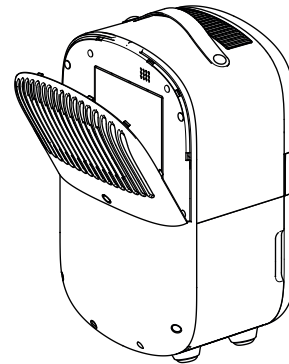

Abb. 7
3. Entfernen Sie die Filterabdeckung (6) vom Gerät, entfernen Sie den HEPA-Filter (10) und den Kohlefilter (Abb.7). Stauben Sie den Bezug (6) mit einer feinen Bürste ab, waschen Sie ihn in Wasser mit Spülmittel, spülen Sie ihn anschließend ab und trocknen Sie ihn. Das Netz im Gitter (Vorfilter) muss nach dem Waschen völlig sauber sein.